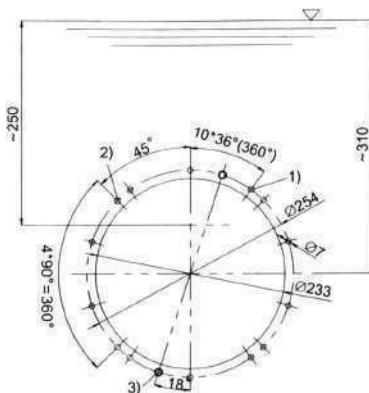

bild 5.
A) Borra 16 hål i poolvägg enligt mallen (bild 5).